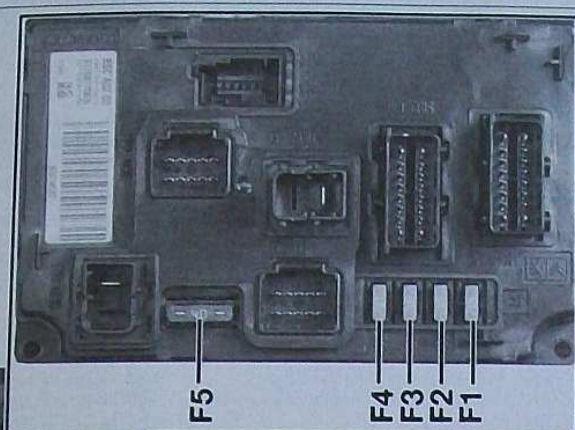

FIG. 3
- un troisième boîtier fusibles se trouve derrière la moquette côté gauche dans le coffre (Fig.3)
Affectation des fusibles dans le coffre (Fig.3)